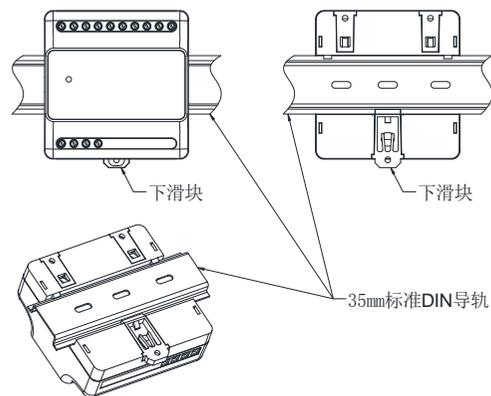
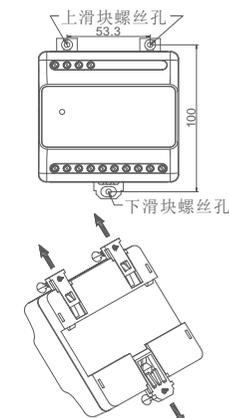
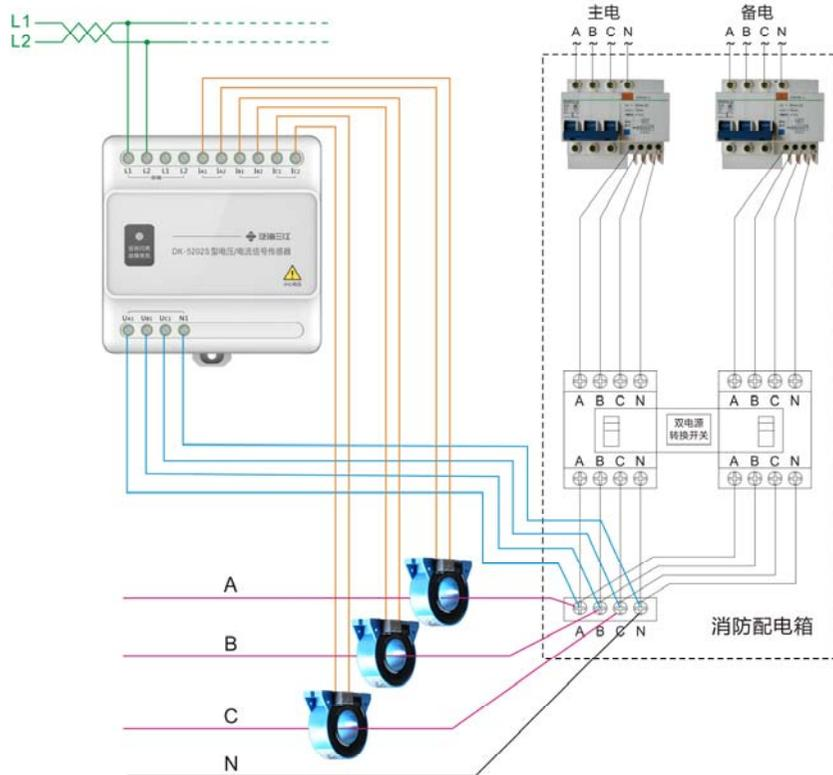

图 5-1 导轨式安装示意
图 5-2 壁挂式安装示意
图 5-4 传感器接线示意
本传感器提供两种安装方式：导轨式安装及壁挂式安装。导轨式安装如图 5-1 所示，导轨为标准 35mm DIN 导轨，通过下滑块进行锁定。（尺寸单位:mm）
壁挂式安装如图 5-2 所示，将上、下滑块拔出至锁定位置后，通过三颗螺丝进行固定，螺丝孔直径为 $\phi 3.5\text{mm}$ 。
总线 L1、L2 和三相四线制交流电压/电流传感器测量的接线方式：如图 5-4 所示，将传感器接线端子 L1、L2 与消防设备电源状态监控器的总线相连接，L1、L2 接线时不分极性。一般环境，建议采用双绞线；强干扰环境，建议采用屏蔽双绞线。
2. 请按照图 5-1 和图 5-2 对应安装好传感器，参考图 5-4 接线。确保设备已正确安装，所有端子引线已正确连接；